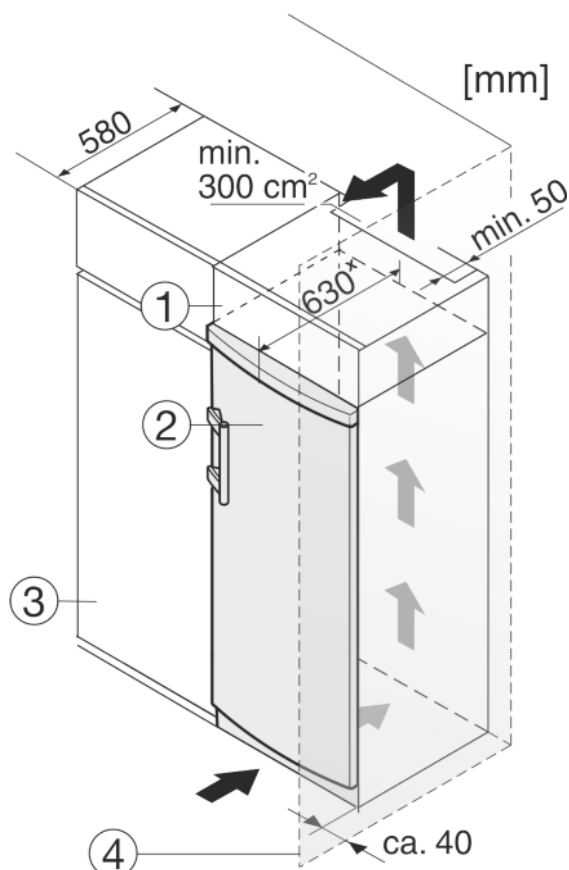

Fig. 10
Spotřebič lze zabudovat do kuchyňských skříní. K vyrovnání spotřebiče Fig. 10 (2) na výšku kuchyňské linky lze na přístroj nasadit nástavec Fig. 10 (1).
Při montáži do kuchyňských skříní (hloubka max. 580 mm) lze přístroj instalovat hned vedle kuchyňské skříně Fig. 10 (3). Přístroj přesahuje přední stěnu kuchyňské skříně na stranách o 34 mm x a uprostřed o 50 mm x.
Když se přístroj instaluje závěsy vedle stěny Fig. 10 (4), musí být vzdálenost přístroje od stěny alespoň 40 mm. To odpovídá přesahu madla při otevřených dveřích.